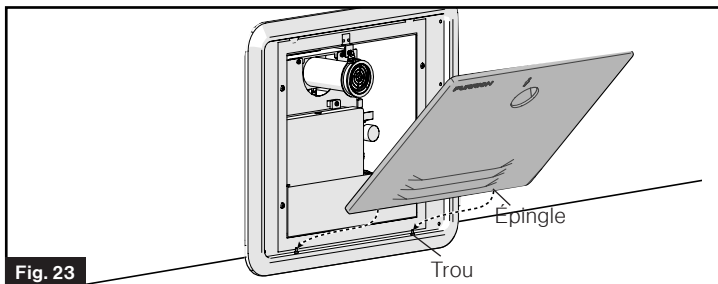

Fig. 23
6. Insérez la porte dans les attaches au bas du chauffe-eau. (Fig. 23)